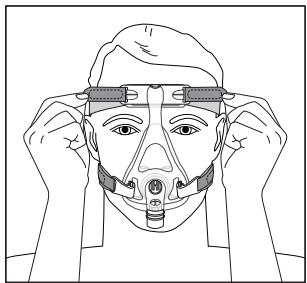

Figura 4
3. **Dispositivo di fissaggio sul capo** - Tirare le linguette per regolare in maniera equivalente la cinghia superiore e quella inferiore (Figura 4).